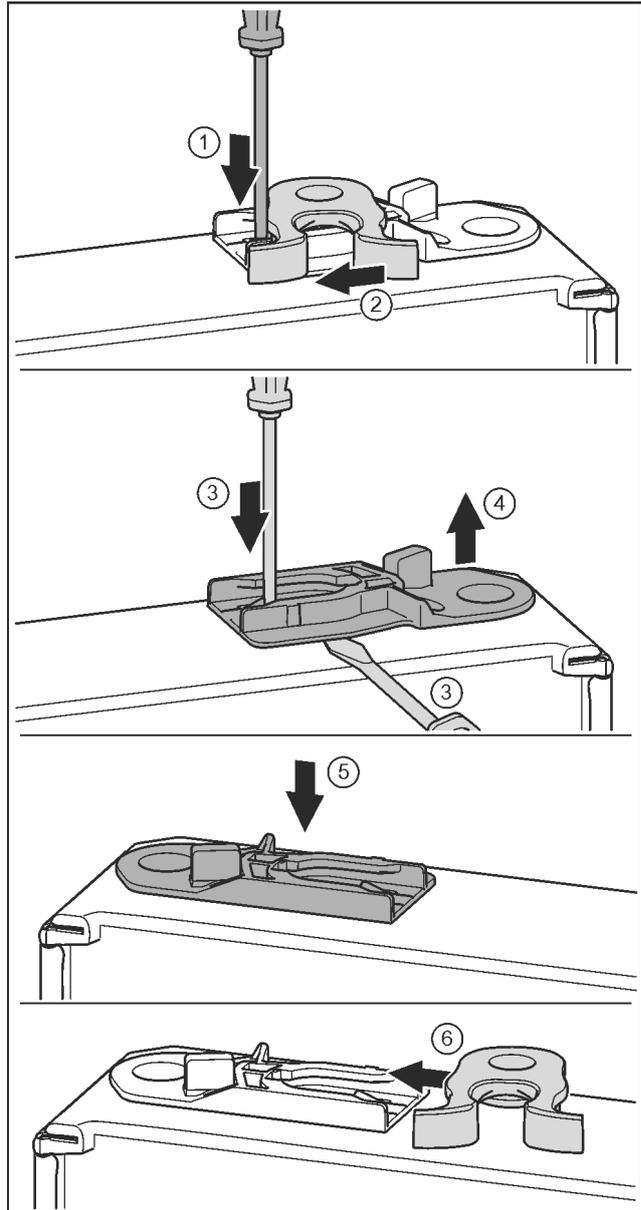

Fig. 20
- ▶ Lasche mit Schlitzschraubendreher nach unten drücken. Fig. 20 (1)
- ▶ Schließhaken aus Führung ziehen. Fig. 20 (2)
- ▶ Führungsbuchse herausziehen: Lasche mit Schlitzschraubendreher drücken und gleichzeitig mit Schlitzschraubendreher unter Führungsbuchse fahren. Fig. 20 (3, 4)
- ▶ Im Lieferumfang beiliegende Führungsbuchse auf anderer Gehäuseseite einschieben. Fig. 20 (5)
- ▶ Schließhaken in Führung schieben. Fig. 20 (6)